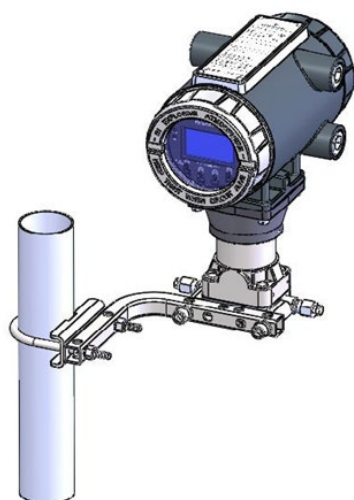

图6. 使用共平面安装座的FB1100
2. FB1100 可直接安装到管路上的歧管（使用共平面安装座）或间接安装到二英寸管道或立柱上。见 图6 和 7。